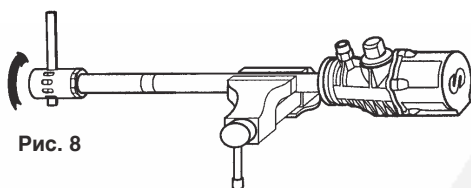

Рис. 8
2. Вывернуть патрубок (42) впускного фильтра из головки (39) впускного фильтра (рис. 8).